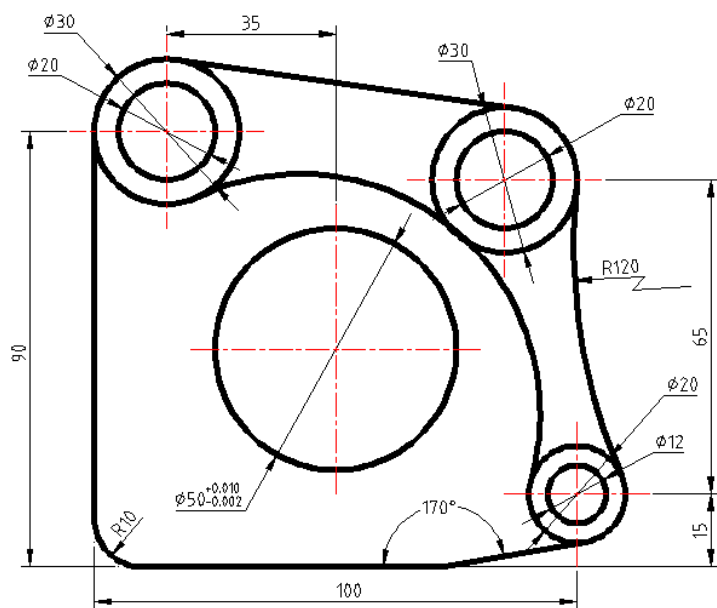

图 4
(1) 按下表要求修改尺寸标注样式“工程标注-35”，尺寸线、延伸线的颜色设为“ByBlock”，文字样式采用“工程字”，其余设置根据图 4 的效果修改。
(2) 在“工程标注-35”样式下新建“角度标注”样式，标注效果如图 4。
4、在已有的“标注”图层上抄画图 4 的尺寸标注，要求效果一致。
5、将图 4 中缺少的尺寸标注补齐。